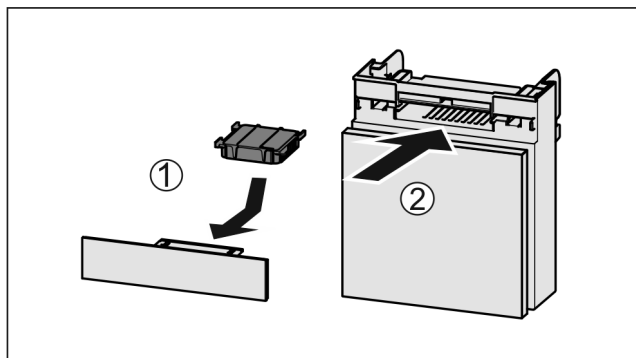

Fig. 186
- ▶ Aktivni ogljeni filter vstavite Fig. 186 (1) skladno s prikazom na sliki.
- ▶ Predal potisnite noter Fig. 186 (2).